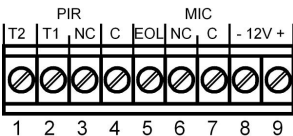

Fig. 7 Terminal block I Bloque de terminals I Plaque à bornes Morsettieria I Opis zacisków
7. Conecte los cables al bloque de terminales. (Véase la Fig. 7)
Conexiones del bloque de terminales (véase la Fig. 7)